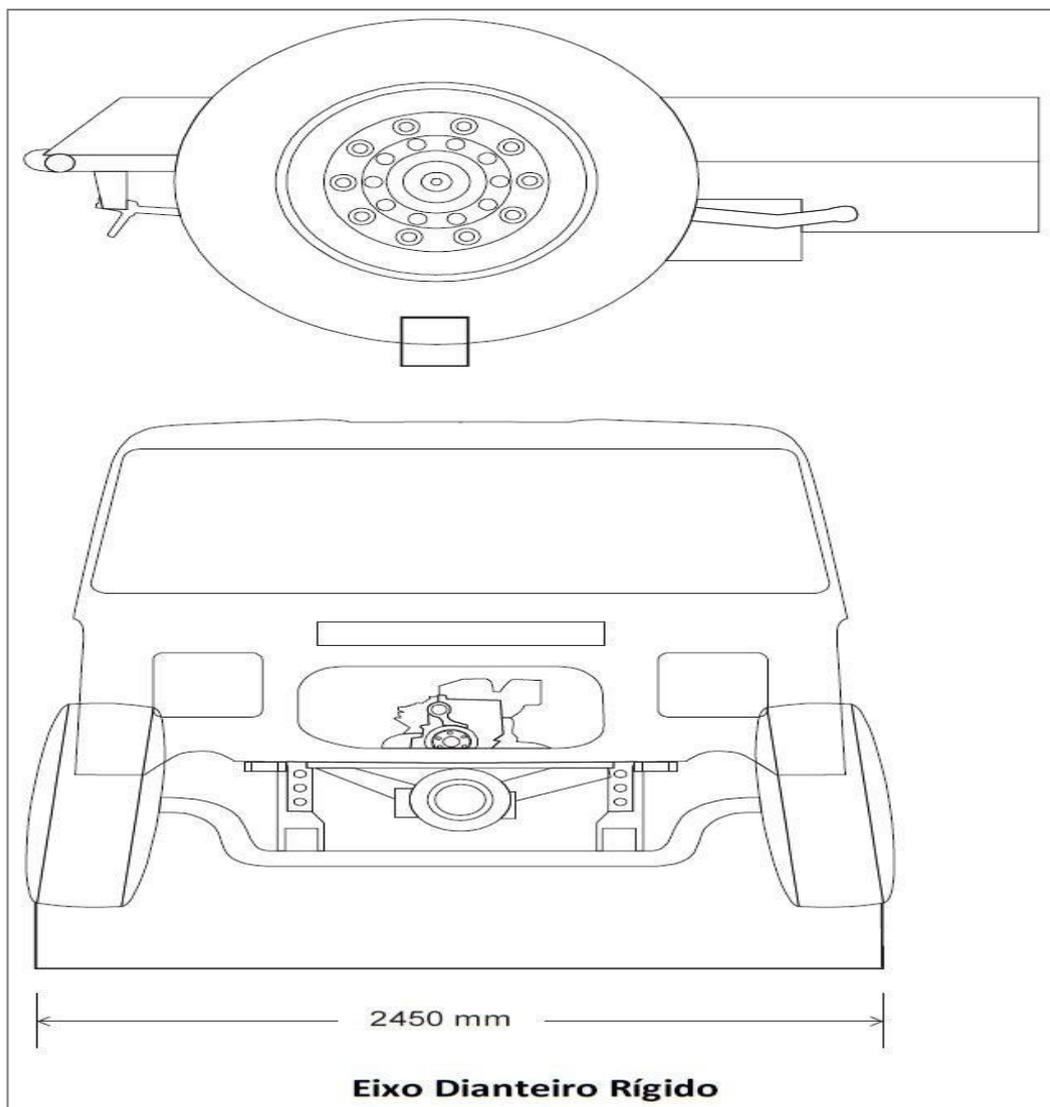

Figura 15
- a) É permitido o uso de eixo de ônibus e seu retrabalho, permanecendo a bitola com as dimensões máximas de 2.450 mm, na parte externa e inferior do pneu (ombro) em contato com o solo, com tolerância de 15 mm, medido com gabarito (trena ou régua) de enquadramento dos eixos de um lado ao outro, conforme Figura 15.